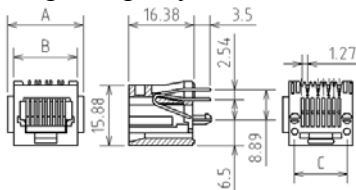

Рис. 9.2. Размеры корпуса разъема Tj3
1. Необходимо создать посадочное место соединителей X1 и X2, типа TJ3-6P4C так как их нет в библиотеке. Данное посадочное место имеет размеры, указанные на рис. 9.2.